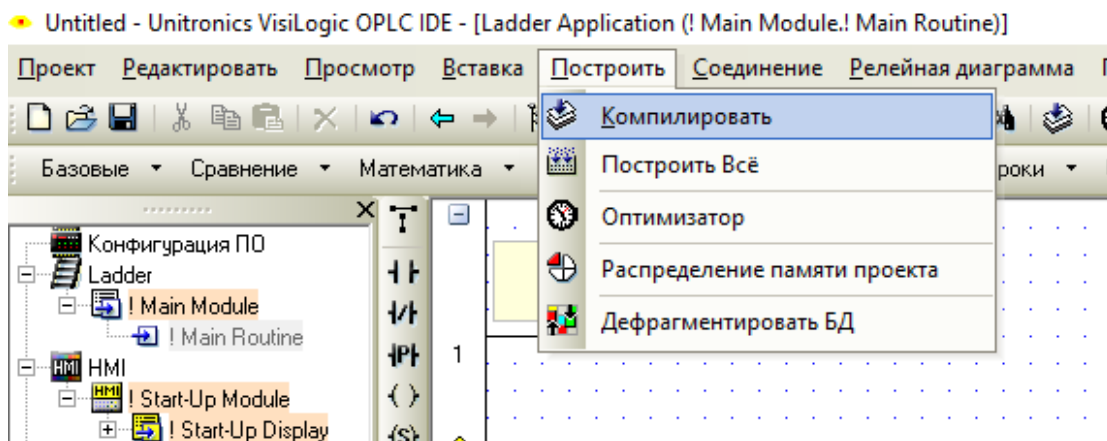

Рис. 1.9. Компіляція програми
8. Після написання програми потрібно її «скомпілювати» (рис. 1.9).